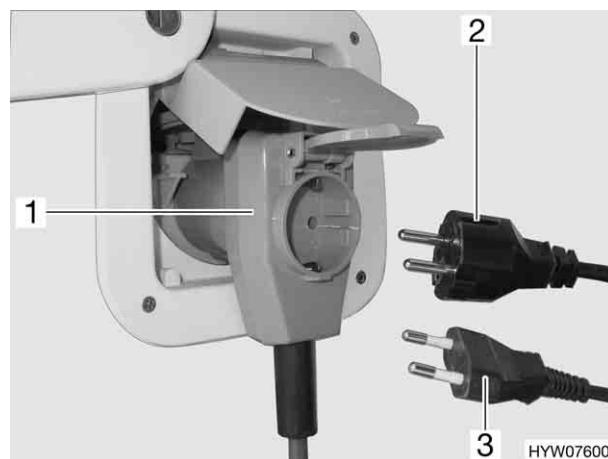

Fig. 66 Collegamento ad un connettore ad angolo provvisto di presa
- Se si impiega un connettore ad angolo CEE 17 provvisto di una presa integrata sulla parte posteriore (Fig. 66,1), utilizzare esclusivamente una spina IP 44 gommata e sigillata con contatto di terra (Fig. 66,2). Non utilizzare spine senza contatto di terra (Fig. 66,3). Pericolo di scarica elettrica!